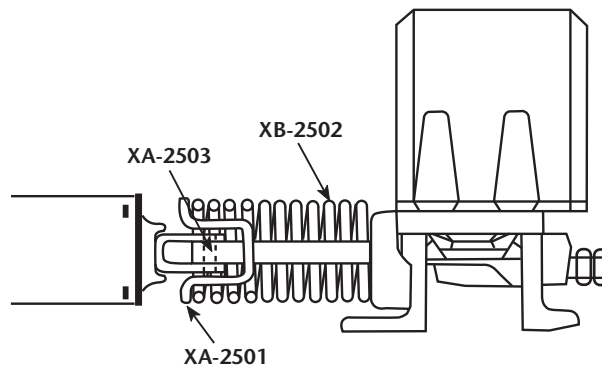

FIGURE 2
5. Desserrez soigneusement le compresseur de ressort de sorte que la goupille soit capturée par la retenue de ressort (voir *Figure 2*).